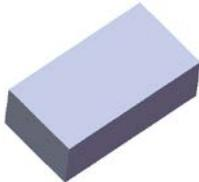
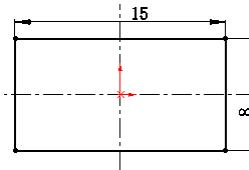

图 15.3.2 凸台一拉伸 1
图 15.3.3 横断面草图
Step2. 创建图 15.3.2 所示的零件基础特征——凸台一拉伸 1。
(1) 选择命令。选择下拉菜单 **插入(I)** → **凸台/基体(B)** → **拉伸(E)...** 命令(或单击“特征(F)”工具栏中的  按钮)。
(2) 定义特征的横断面草图。
① 定义草图基准面。选取前视基准面作为草图基准面。
② 定义横断面草图。在草图环境中绘制图 15.3.3 所示的横断面草图。
③ 选择下拉菜单 **插入(I)** → **退出草图** 命令，退出草图环境，此时系统弹出“凸台一拉伸”对话框。
(3) 定义拉伸深度属性。
① 定义深度方向。采用系统默认的深度方向。
② 定义深度类型和深度值。在“凸台一拉伸”对话框 **方向1** 区域的下拉列表中选择 **给定深度** 选项，在  中输入深度值 5.0。